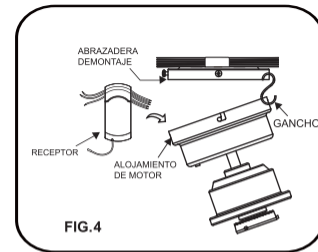

FIG.4
Paso 1. Coloque el receptor en la alojamiento de motor. (FIG. 4)